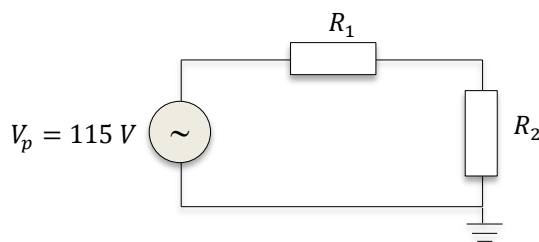

Figura 3 - Circuito *ca* puramente resistivo
1. No simulador PSIM crie um projeto e monte na área de trabalho o esquemático do circuito elétrico mostrado na Figura 3. Na opção *Elements* no menu principal ou na barra de ferramentas (*Toolbar*), selecione os componentes do circuito. A fonte de tensão senoidal deve ser ajustada para 115 V de tensão de pico, frequência de 60 Hz e ângulo de fase 0°. Cada resistor R_1 e R_2 é formado pela combinação de 3 resistores de 125 ohms cada, em paralelo. O elemento *Ground* para referência dos sinais deve ser inserido no circuito.